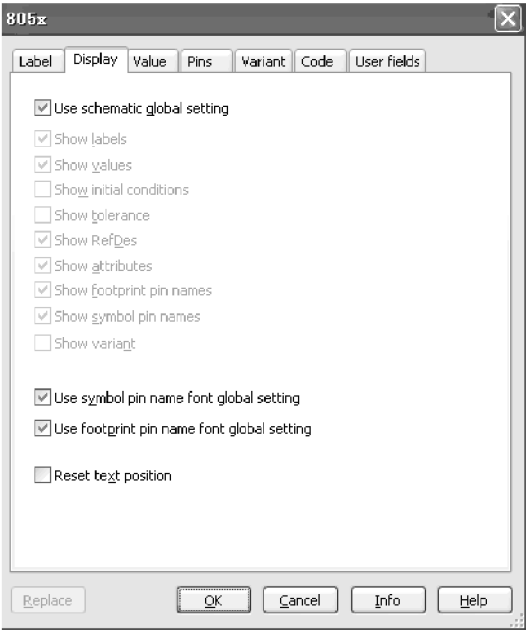

图 6-79 Display 标签页
- (2) Display 标签页如图 6-79 所示，各项说明如下：